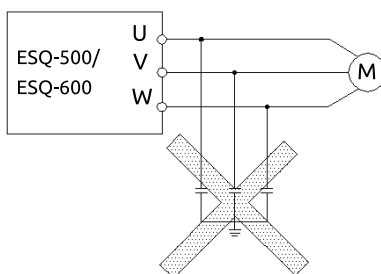

Рис. 1-2 Конденсатор на выходе запрещен
(12) Не устанавливать конденсатор для повышения коэффициента мощности или варистор для молниезащиты на выходе преобразователя. В противном случае в преобразователе могут возникнуть переходные сверхтоки, что приведет к его аварийному отключению или повреждению (см. Рис. 1-2).